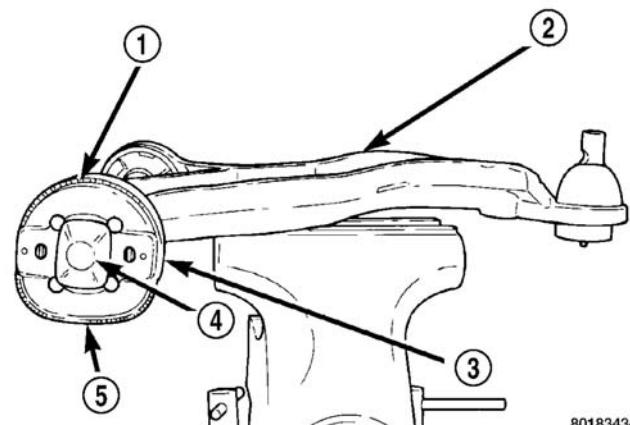

图 25 正确安装的下控制臂衬套
(1) 在下控制臂后衬套孔内，涂抹 Mopar® Silicone SprayLube (Mopar® 硅胶喷射润滑油) 或同等产品。这有助于将衬套安装到下控制臂内。
(2) 用虎钳牢固夹住下控制臂，将衬套安装至下控制臂。推晃衬套，使其完全装到下控制臂上。安装衬套时，务必使其超过下控制臂的粗端 (图 25)。
(3) 正确安装的下控制臂后衬套，其位置应如图所示 (图 25)。